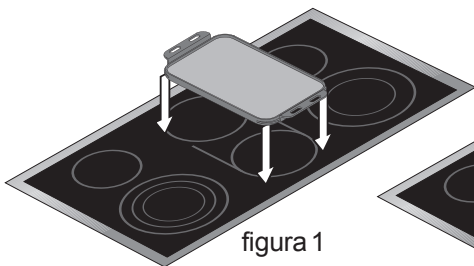
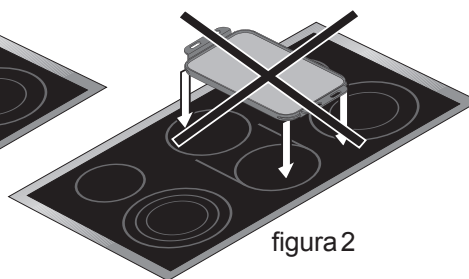

figura 1
figura 2
símbolo  indica que sólo la porción individual del elemento de puente se calentará (figura 1). El
2. Presione y gire la perilla de control en la dirección contraria que las agujas del reloj (vea figura 2) si usa utensilios de forma regular; en la dirección de las agujas del reloj (vea figura 4) si usa utensilios más anchos o de forma rectangular.
El asador se utiliza para cocinar alimentos en forma directa. No usar cacerolas ni otros recipientes para cocinar en el asador, ya que se puede dañar el acabado. Colocar el asador sobre el elemento (figura 1) cuidando no poner las patas del asador directamente sobre el área de calor directo (figura 2).